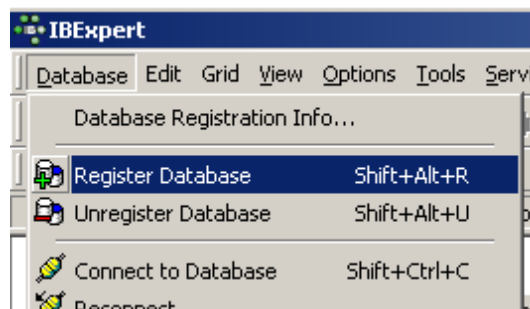

Рис. 30
2. В появившемся окне (Рис. 30) выбрать Register Database